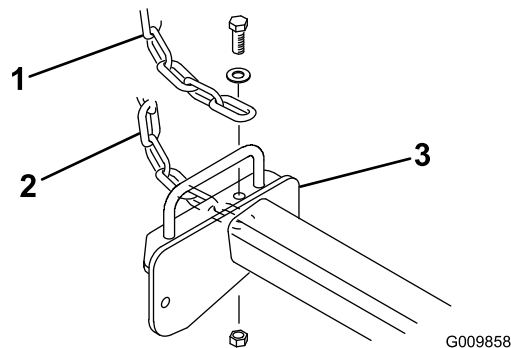

図 10
3. チッパー・チェーンをカッティングユニットに取り付ける； 27 インチ・ユニットの場合はキャリア・フレームの上面に、32 インチ・ユニットの場合はキャリア・フレームの下面に、それぞれボルト、ワッシャ、ロックナットで取り付ける（図 10）。